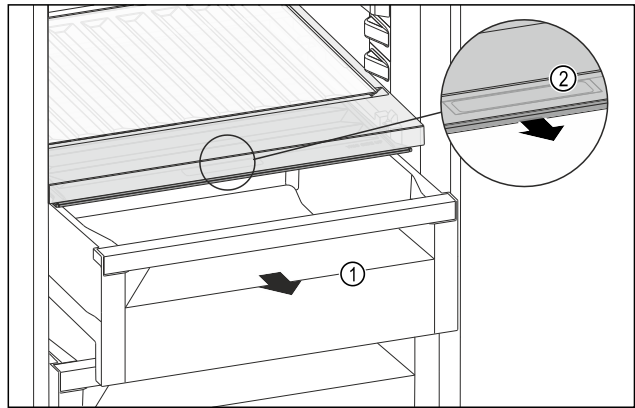

Fig. 140
- ▶ Schubfach Fig. 140 (1) herausziehen.
- ▶ Griffmulde Fig. 140 (2) am Fachdeckel anfassen und Fachdeckel gleichzeitig nach vorne ziehen.